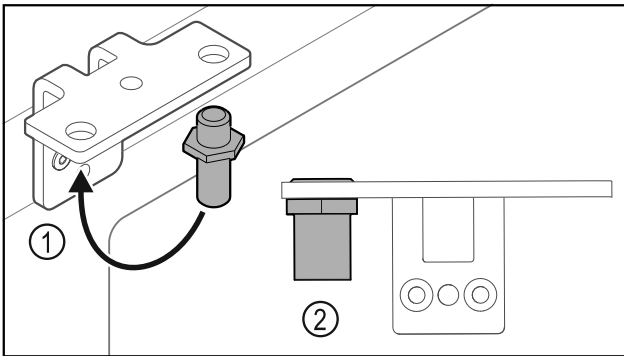

Fig. 27
- Bolzen Fig. 27 (1) im Scharnierwinkel umsetzen.
- Bolzen Fig. 27 (2) mit **Drehmoment von 12 Nm (9 ft-lb)** anziehen.